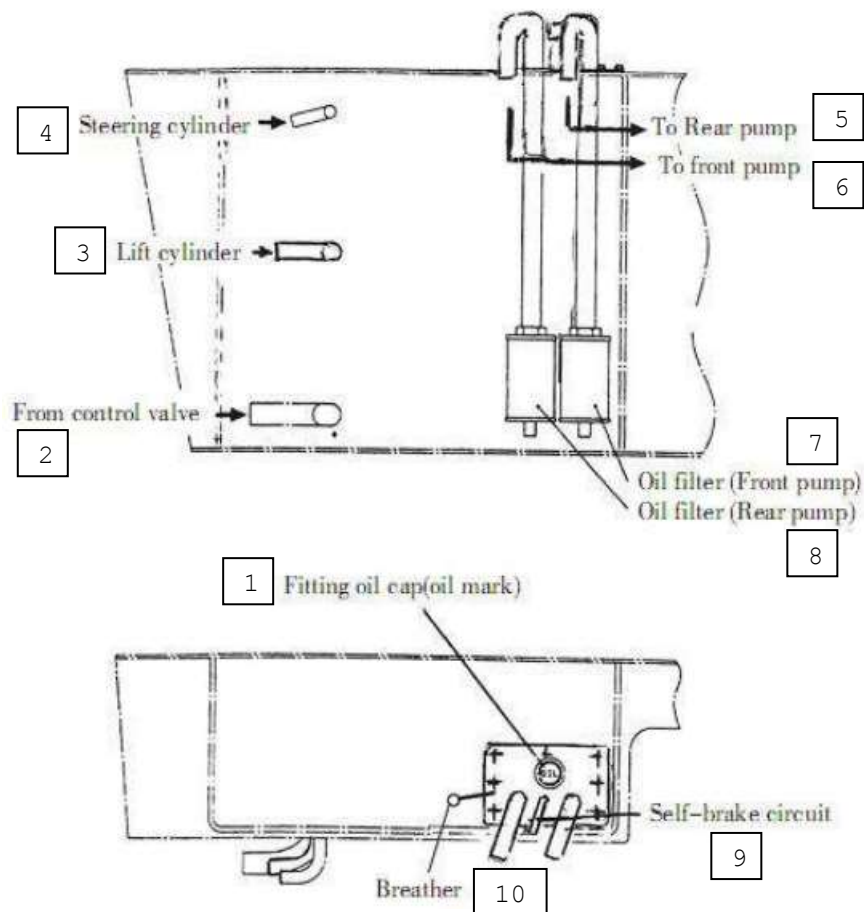

Рис. 7.11. Масляный резервуар:
7.8. Масляный резервуар (см. Рис. 7.11).